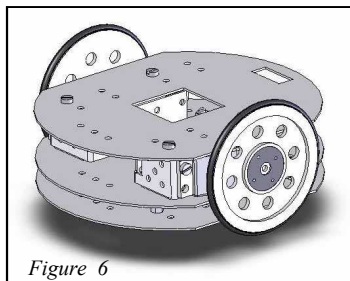

Figure 6
Étape 1 : Placer les roues sur les axes des **servomoteurs (1)**. Voir la figure 6. puis placer les vis **palonniers (6)** pour fixer solidement ces roues.